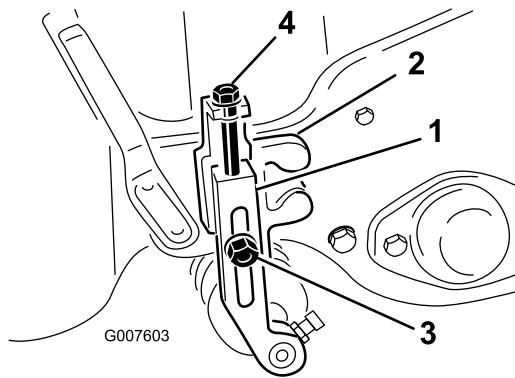

Figura 49
- Allentate i dadi di bloccaggio che fissano i bracci dell'altezza di taglio alle relative staffe (Figura 49).